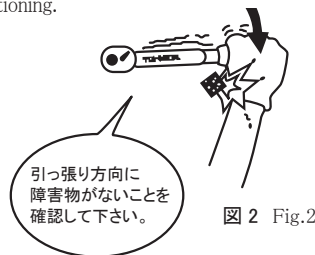

図 2 Fig.2
- 狭い所で の締め付け作業では手やひじに注意して下さい。(図2)